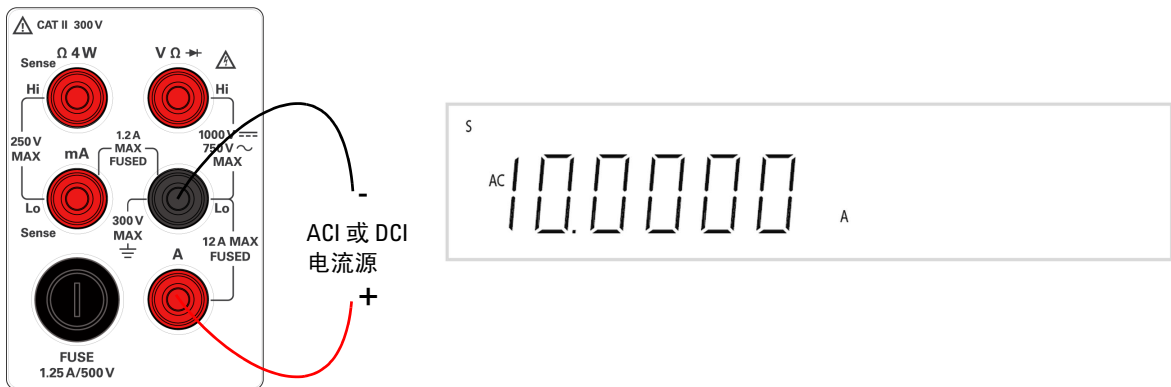

图 2-4 ACI_{rms} 或 DCI (A) 端子连接和显示屏
- 3 按图 2-4 所示，将红色和黑色测试引线连接到 A 输入端子。